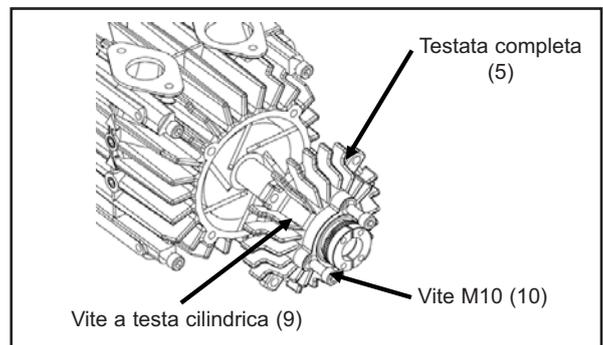

Figura 13
4. Rimuovere la ventola (11). Controllare il semicuscinetto e la ventola per verificare l'assenza di danni e, se necessario, sostituire i pezzi.
5. Togliere le tre viti con calotta M10 (7) e la vite a testa cilindrica M8 (9) dalla testata ; vedi figura 13.